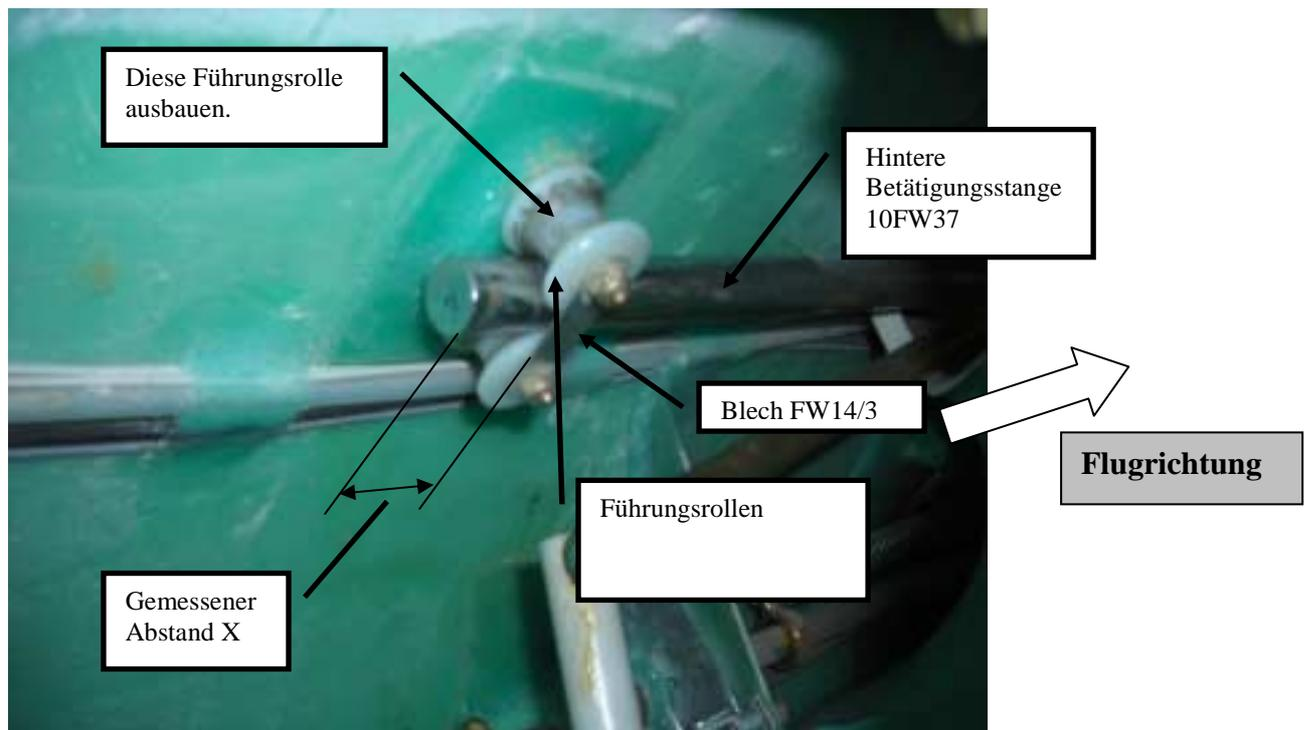

Abb. 9: Ansicht linke Bordwand neben Fahrwerkskasten
3. Abstand vom Ende der hinteren Betätigungsstange 10FW37 zum Blech FW14/3 (siehe Abb.9) messen = X und notieren (Fahrwerk in ausgefahrener und verriegelter Position).
4. Fahrwerksantrieb-Koppelstange 10FW20, Feder 2St22 die, Führungsrollen der hinteren Betätigungsstange 10FW37 und die hintere Betätigungsstange 10FW37 ausbauen. (siehe Abb. 9 und 10)